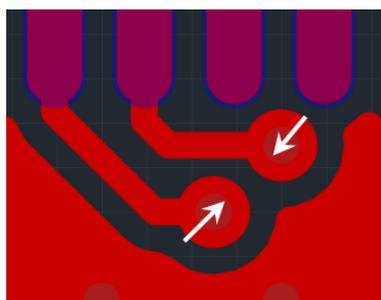

Рис. 194. Зазор между отверстиями
- Любыми отверстиями в плате, см. Рис. 194, обозначается как «Отв. к Отв.». Зазор определяет зону вокруг отверстия, в которой запрещается располагать любой элемент другого отверстия.